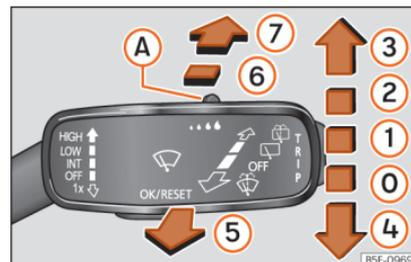

Fig. 98 Utilização do limpa para-brisas e do limpa-vidros traseiro.
INT	Varrimento a intervalos para o limpa para-brisas. Com o comando »» Fig. 98 (A) ajuste os níveis de intervalo (em veículos sem sensor de chuva), ou a sensibilidade do sensor de chuva.
LOW	Varrimento lento regulável através do comando »» Fig. 98 (A) .